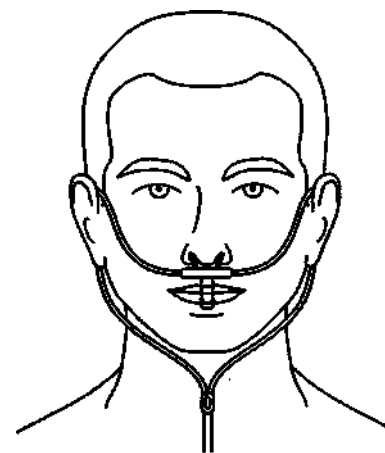

Рис. 5. Установка датчика дыхания
4. Зафиксируйте датчик на голове пациента с помощью специальной петли на подбородке (затяните шнурок) как показано на рис. 5.